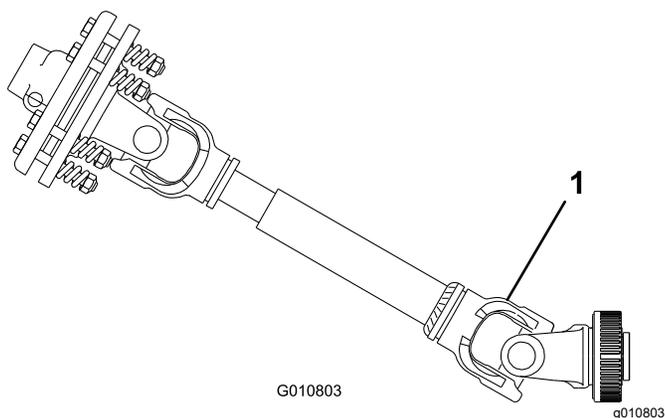

Рисунок 10
**Внимание:** При подсоединении ВОМ не поднимайте азратор выше, чем необходимо. Слишком высокий подъем машины приведет к поломке шарниров ВОМ (Рисунок 10). Выключайте ВОМ при подъеме азратора. ВОМ может работать при угле подъема до 25°, но когда азратор находится в самом верхнем положении, угол не должен превышать 35°, иначе вал может получить серьезное повреждение.